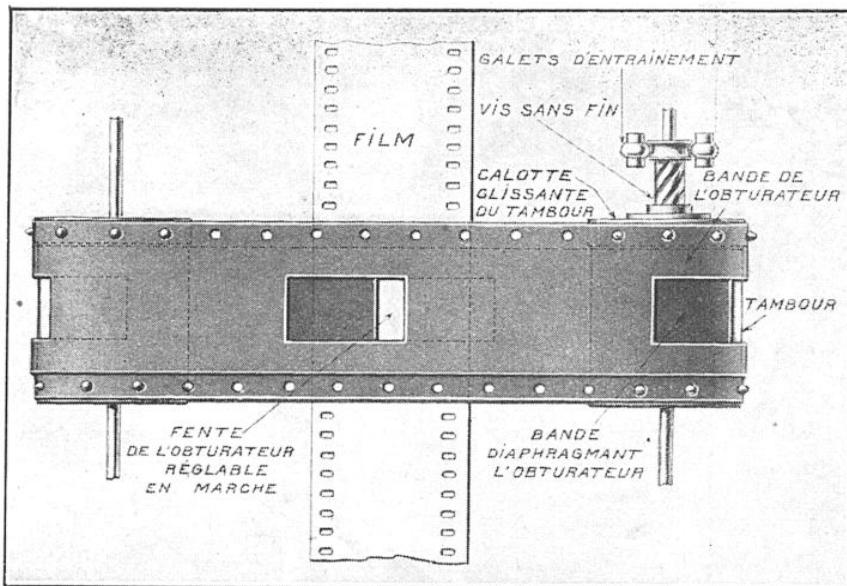

FIG. 3. — SCHÉMA DE FONCTIONNEMENT DE L'OBTRATEUR DE PLAQUE RÉGLABLE ET RÉVERSIBLE EN MARCHE
A. de Brayer (figure de la page 137). L'obturateur de cet appareil passe à 1/10 de millimètre de la pellicule sensible ; il est en métal et son épaisseur n'excède pas 10/100 de millimètre (fig. 3).